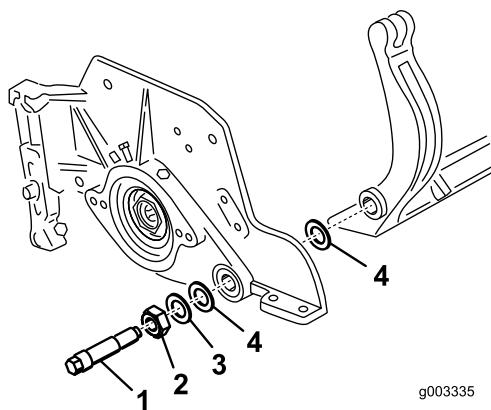
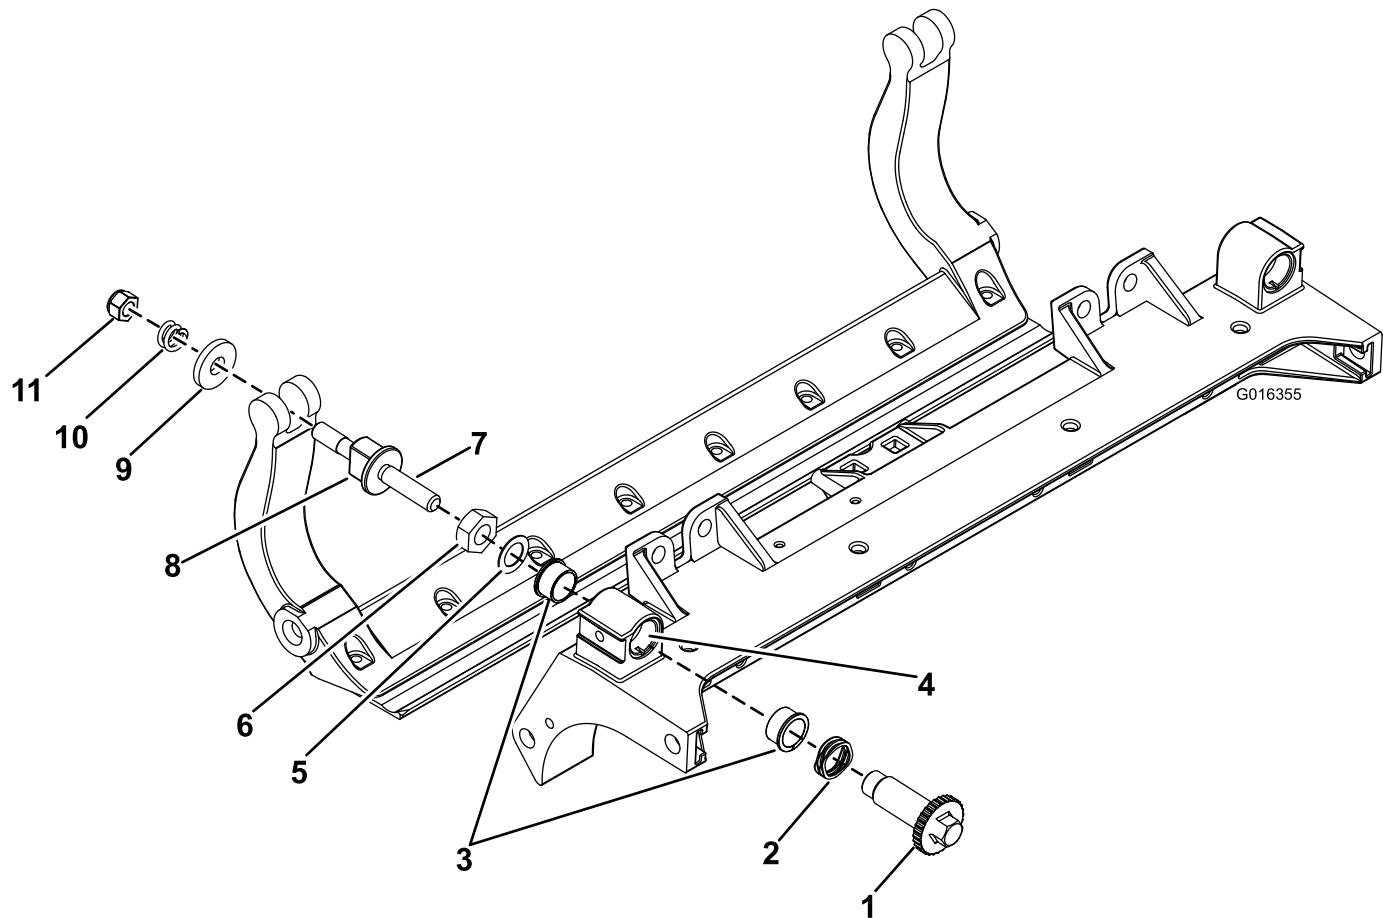

Figura 30
Figura 32
29). Guarde as duas anilhas de nylon e a anilha de aço prensado de cada uma das extremidades da barra de apoio (Figura 30).
- Fixe a barra de apoio a cada um dos lados da placa lateral com as cavilhas (porcas flangeadas nas cavilhas) e com as 6 arruelas. Deve colocar uma anilha de nylon em cada um dos lados da placa lateral. Coloque uma anilha de aço no exterior de cada uma das anilhas de nylon (Figura 30). Aperte os parafusos da barra de apoio a 27-36 N·m.
1. Retire todas as peças (consulte as *Instruções de instalação* do Kit DPA HD Modelo n.º 120-7230 e Figura 32).
2. Aplique Never Seize no interior da área dos casquilhos na estrutura central da unidade de corte (Figura 32).
3. Alinhe as chaves nos casquilhos das flanges com as ranhuras na estrutura e instale os casquilhos (Figura 32).
4. Instale uma anilha ondulada no veio do ajustador e deslize o veio do ajustador para os casquilhos da flange na estrutura da unidade de corte (Figura 32).
5. Prenda o veio ajustador com uma anilha plana e porca de bloqueio (Figura 32). Aperte a porca de bloqueio com 20 a 27 N·m.
9. Fixe a barra de apoio a cada um dos lados da placa lateral com as cavilhas (porcas flangeadas nas cavilhas) e com as 6 arruelas. Deve colocar uma anilha de nylon em cada um dos lados da placa lateral. Coloque uma arruela de aço no exterior de cada uma das arruelas de nylon (Figura 32). Aperte os parafusos da barra de apoio a 37-45 N·m. Aperte as porcas até que a anilha de aço exterior pare de rodar e a folga seja removida, mas não aperte em demasiao nem desvie as placas laterais. As arruelas podem ter uma folga interna (Figura 30).